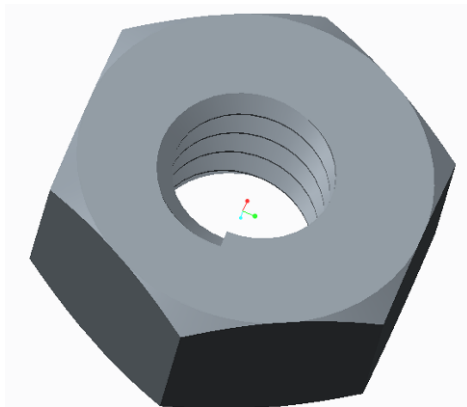

Рисунок 1.22 – Отримана
12. Звернути увагу на те щоб піктограма , котра вказує на значення вирізати матеріал чи ні була натиснутий (тобто з вирізом матеріалу). Далі, зробивши паузу (кнопка **Pause**), вписати текст: “Вкажіть крок та напрям протягування спіралі. Для продовження натисніть «Відновити».”, і натиснути **OK**. Вказати необхідні параметри, у якості кроку задати 0,7мм. Після відновити запис (**Resume**), та завершити побудову . Потім обрати стиль відображення **Shading** (Заливання). Рисунок результатуючої шестигранної гайки зображено нижче. (рис. 1.22).